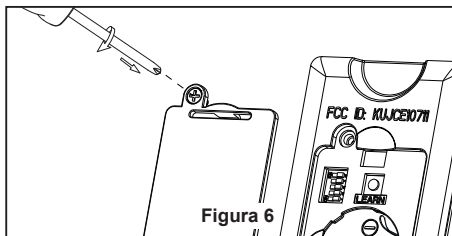

Figura 6
- ☐ 6. Instale la unidad LED en la ensamble de la placa de iluminación mediante los dos chaveteros. Vuelva a colocar el los tornillos extraídos en el paso 3 y apriete todos los tornillos. (Figura 6)
- ☐ 6. Vuelva a colocar la cubierta de la batería en el mando a distancia con un tornillo retirados previamente. (Figura 6)